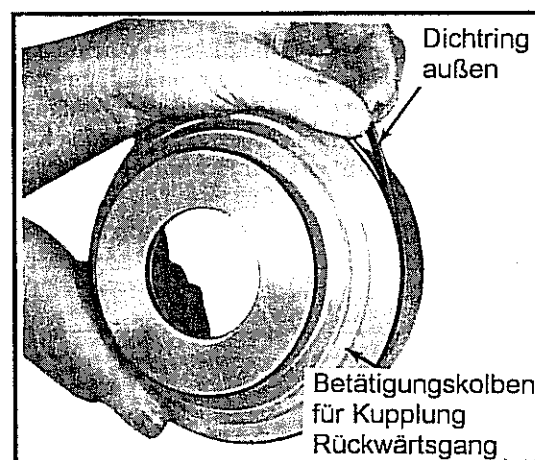

Abb. 10-111 Montage des außen liegenden Dichtrings
- Den äußeren Dichtring am Kolben anbringen. Siehe Abb. 10-111.